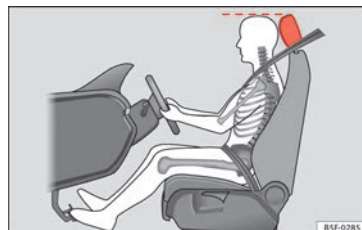

Fig. 93 Posición correcta del apoyacabezas del conductor.
- Ajuste el apoyacabezas de modo que el borde superior del mismo quede a la altura de la parte superior de su cabeza » fig. 93.